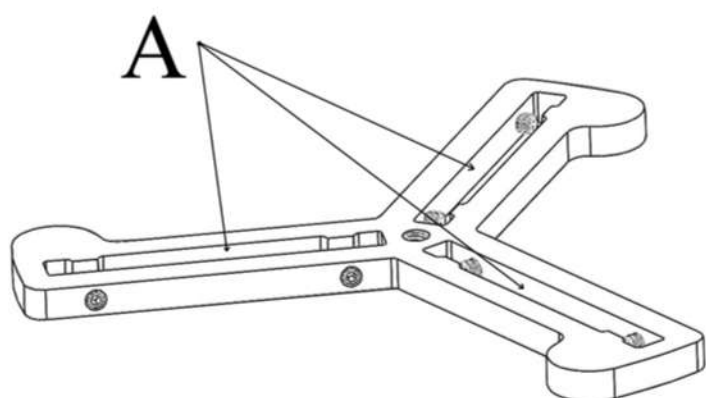

Рисунок 1
**6.3.** Выберите три параллельки одинакового размера, необходимого вам, и поместите их в продольные вырезы «А» упора (Рис. 1) так, чтобы их базисуемая плоскость лежала на ровной поверхности.